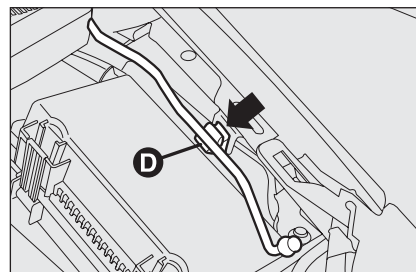
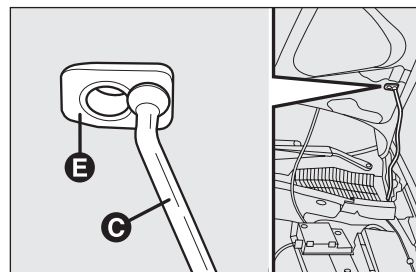

fig. 93
fig. 94
- soulever le capot et en même temps dégager la béquille de maintien **D-fig. 93** de son dispositif de blocage, puis engager l'extrémité **C-fig. 94** de la béquille dans l'emplacement **E** du capot.
- tenir le capot soulevé d'une main et de l'autre enlever la béquille **C**-fig. 94 du logement **E** et la remettre dans son dispositif de blocage **D**-fig. 93;